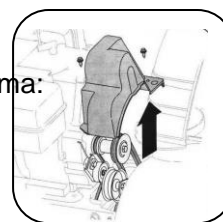

Figura 20
1. Remova a tampa da correia na parte frontal do motor, removendo os dois parafusos auto-roscentes. Ver figura 20.